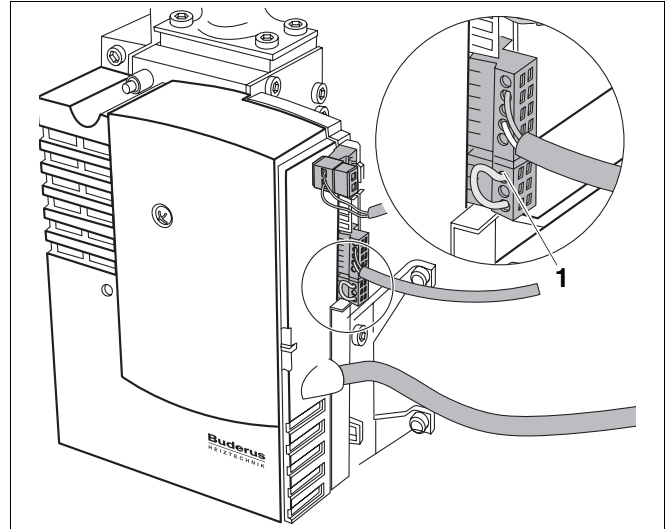
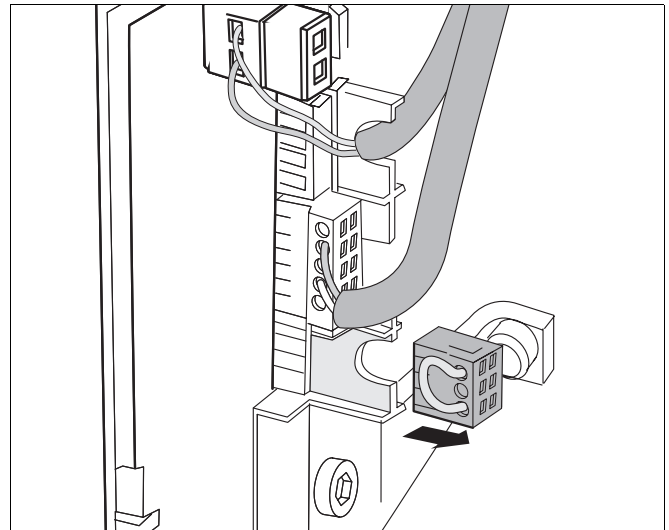
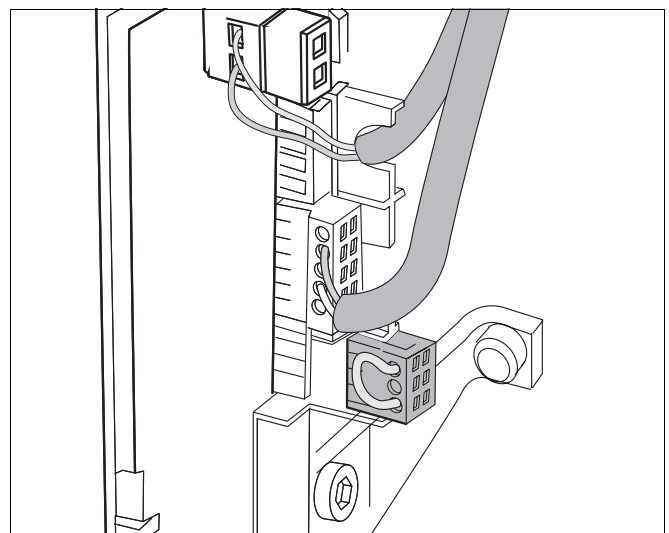

Abb. 52 Gascodierstecker in Erdgasbetriebsposition
Abb. 53 Gascodierstecker abziehen
Abb. 54 Gascodierstecker in Parkposition
- Gascodierstecker (Abb. 52, **Pos. 1**) für den Flüssiggasbetrieb und bei GZ 35 (Polen) im Gasfeuerungsautomaten abziehen (Abb. 53) und für eine eventuelle spätere Umstellung der Gasart auf Parkposition (Abb. 54) aufstecken.
- Bei Rückumstellung von Flüssiggas oder GZ 35 auf Erdgasbetrieb Gascodierstecker von der Parkposition abziehen (Abb. 54) und wieder auf die Erdgasbetriebsposition (Abb. 52, **Pos. 1**) aufstecken.
Multigas-Betrieb ist nur möglich, wenn der Gascodierstecker in der Erdgasbetriebsposition (Abb. 52, **Pos. 1**) eingesteckt ist. Bei Flüssiggas und GZ 35 darf der Kessel nicht im multigas-Betrieb betrieben werden.